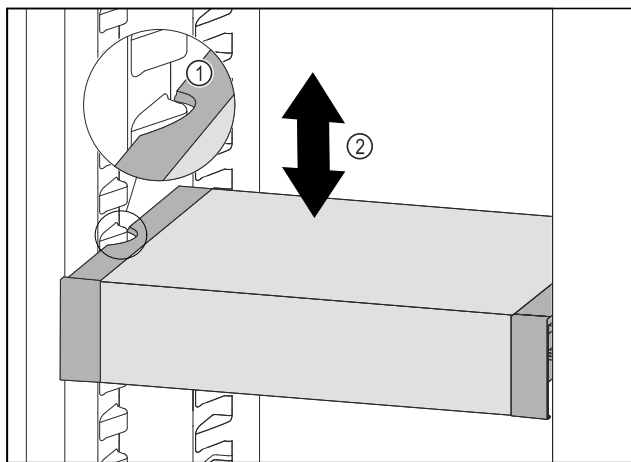

Fig. 131
- VarioSafe w chłodziarce przesunąć w górę lub w dół, aż zostanie osiągnięta żądana wysokość. Fig. 131 (2)